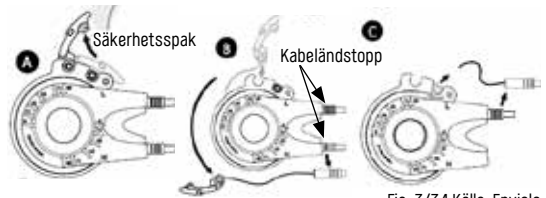

Fig. 3/34 Källa: Enviolo
Enviolo-växelnav ska växlas till ett läge där säkerhetsspaken och kabels ändstopp är lättillgängliga („Fig. 3/ Källa: Enviolo“ auf Seite 34). Efter att säkerhetsspaken (A) har öppnats kan båda kabeländstoppen (B) och (C) avlägsnas.